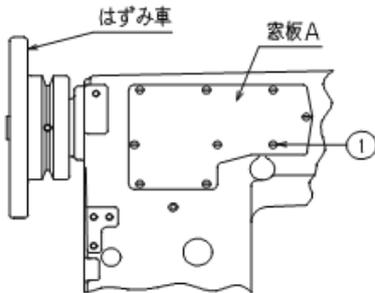

Fig.13
アームの反作業側にある窓板 A 止めねじ①(8ヶ所)と窓板 B 止めねじ②(1ヶ所)を緩めて、窓板 A、B を外します。(Fig.13、14)
(Fig.13、14)